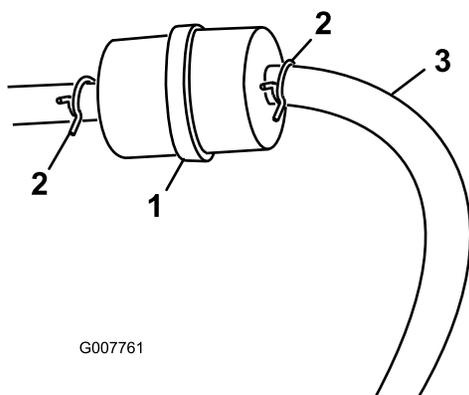

Figura 21
- Aperte as pontas das braçadeiras de tubos e afaste-as do filtro (Figura 21).
- Instale um filtro novo e coloque as braçadeiras junto ao filtro (Figura 21).
- Desaperte a braçadeira de tubos no filtro de combustível e deslize-o para cima do tubo de combustível, afastando-o do filtro (Figura 21).
- Desligue o tubo de combustível do filtro (Figura 21).
**Nota:** Deixe gasolina drenar para uma lata ou recipiente de combustível (Figura 21).
- Instale o tubo de combustível no filtro. Deslize a braçadeira de tubos para perto do filtro de combustível para prender o tubo de combustível (Figura 21).